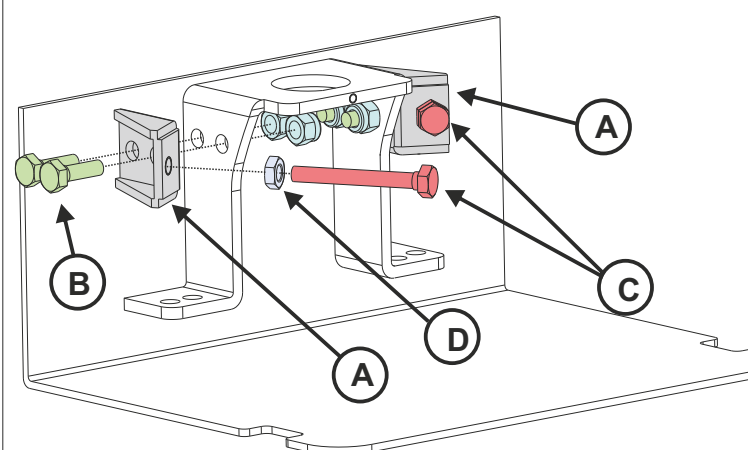

Fig. 24
6.3. Insertar los dos tornillos de tope «C» en los soportes «A» utilizando los bulones «D», como se muestra en Fig. 24 y Fig. 25